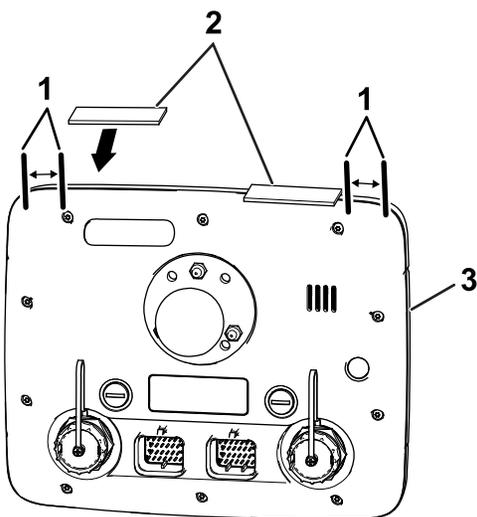

Рисунок 2
2. В верхней части монитора опрыскивателя приложите полосы к монитору опрыскивателя, как показано на Рисунок 2.